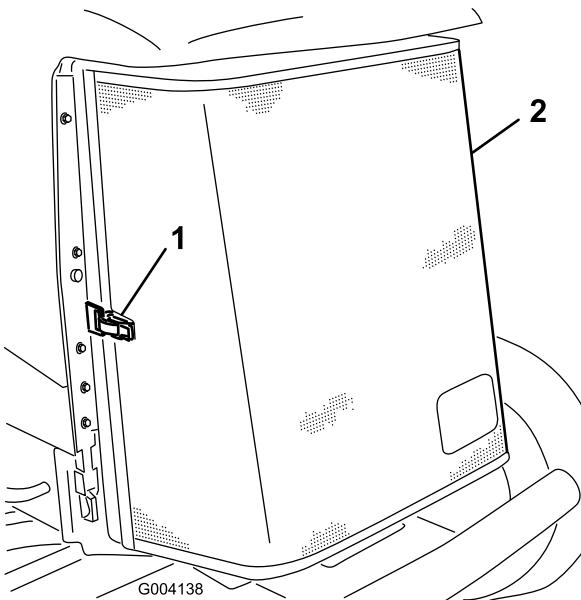

Figure 50
- Déverrouillez l'attache et ouvrez la grille arrière (Figure 50).